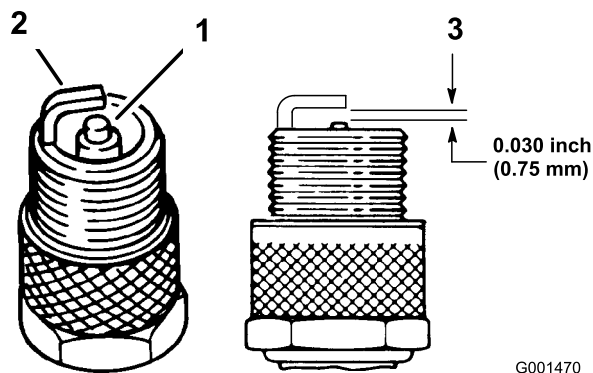

Bild 28
- Prüfen Sie den Abstand zwischen den mittleren und seitlichen Elektroden (Bild 28). Verbiegen Sie die seitliche Elektrode (Bild 28), wenn der Abstand nicht stimmt.
- Sehen Sie sich die Mitte der Zündkerzen an (Bild 28). Wenn der Kerzenstein hellbraun oder grau ist, ist der Motor richtig eingestellt. Eine schwarze Schicht am Kerzenstein weist normalerweise auf einen schmutzigen Luftfilter hin.
3. Schließen Sie den Zündkerzenstecker an die Zündkerzen an (Bild 28).